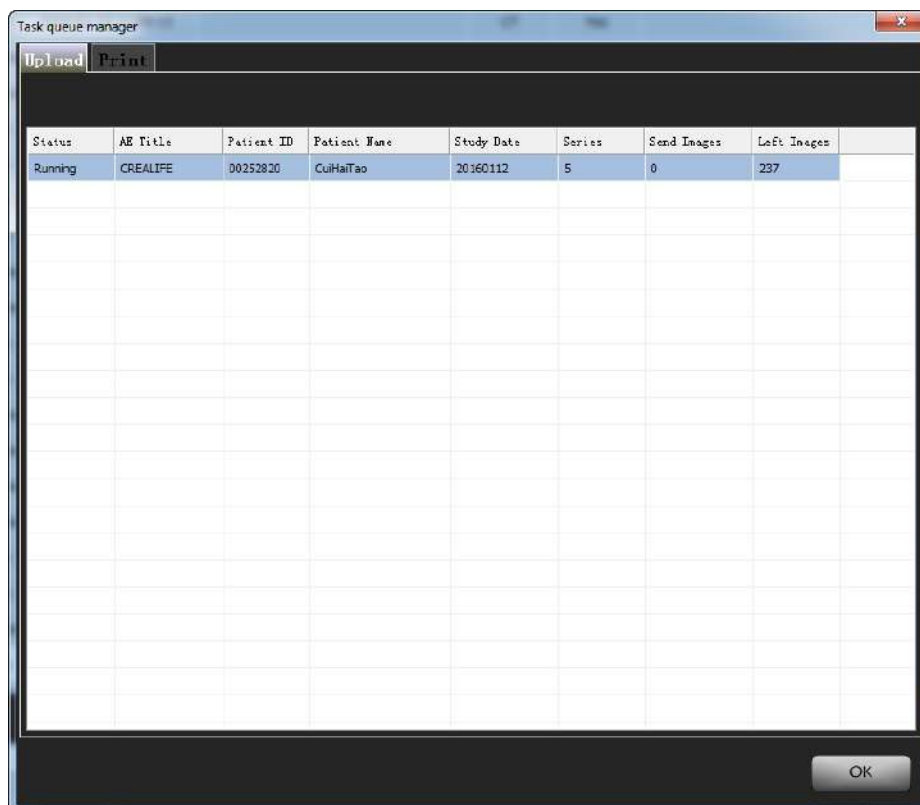

Рисунок9-3 Успешная выгрузка изображения
4. Прогресс выгрузки можно посмотреть в [Queue Management] /Организация очереди/, как это показано на Рисунок9-3.